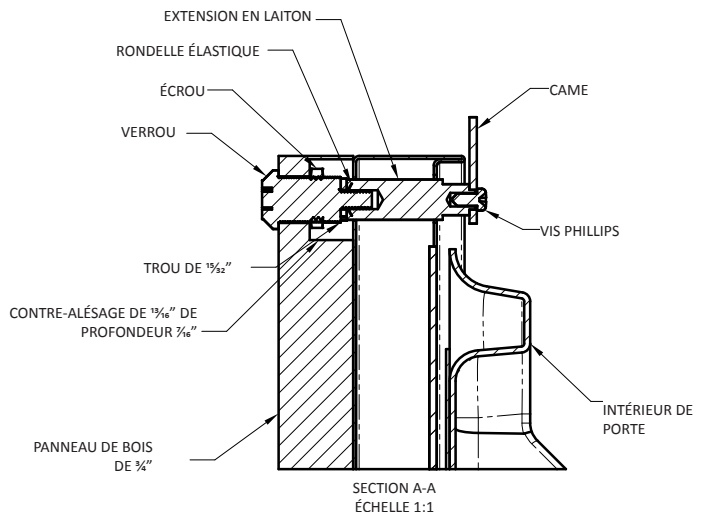

Figure 10
Localisez et marquez avec un crayon l'emplacement du trou de verrouillage sur le panneau de revêtement, c'est le trou dans l'angle supérieur du côté de la poignée de la porte. Enlevez le dispositif de maintien et enlevez le panneau de revêtement de la porte. Sur la face arrière du panneau où vous avez marqué l'emplacement de verrouillage, percez un contre-alésage de diamètre 1 3/16\" (20,5 mm) d'une profondeur de 7/16\" (11,0 mm) dans le panneau de revêtement. Percez un trou de diamètre 1 5/32\" (12,0 mm) dans le panneau de revêtement au milieu de ce contre-alésage en prenant soin de ne pas faire éclater le bois sur la face avant du panneau (Voir la Figure 10).
Deux (2) extensions de verrouillage sont fournies avec le verrou. Utilisez l'extension la plus longue pour un panneau de revêtement d'épaisseur 3/4\" et la plus courte pour un panneau d'épaisseur 5/8\". Assemblez l'extension de verrouillage, une rondelle d'arrêt de came, une rondelle élastique et une vis de fixation sur le verrou comme montré aux Figures 10 et 11. Installez cet ensemble sur le panneau de revêtement avec l'écrou de maintien en utilisant une douille de 15 mm. Assurez-vous que la fente en trou de serrure du verrou est verticale.